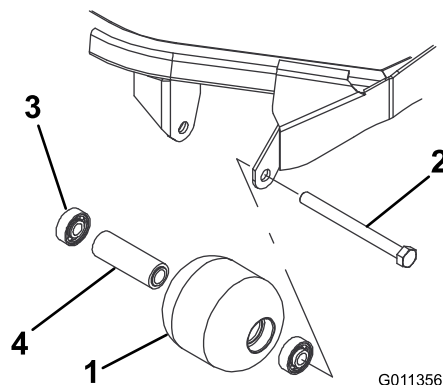

Figura 80
1. Retire el perno de montaje del rodillo (Figura 80).
4. Inspeccione el alojamiento del rodillo, los cojinetes, y el espaciador del cojinete (Figura 80).
1. Introduzca a presión el primer cojinete en el alojamiento del rodillo (Figura 80). Haga presión solamente sobre el anillo de rodadura exterior, o de forma igual sobre el anillo exterior y el interior.
2. Introduzca el espaciador (Figura 80).
3. Introduzca a presión el segundo cojinete en el alojamiento del rodillo (Figura 80) haciendo presión igualmente sobre el anillo de rodadura interior y el exterior hasta que el anillo de rodadura interior entre en contacto con el espaciador.